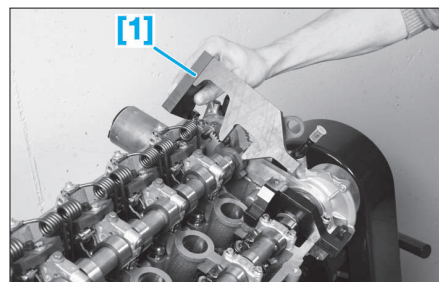

FIG. 11
- Poser ensuite l'outil [1] sur le méplat de l'arbre à cames d'admission (Fig.11).